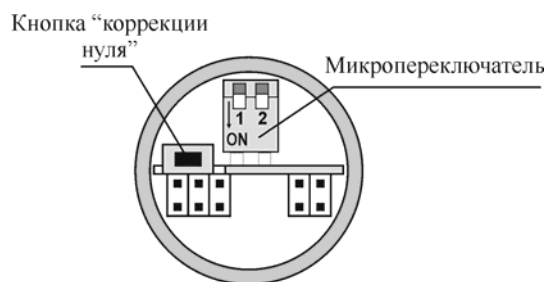

Рис.1
Доступ к органам управления осуществляется посредством снятия вилки внешнего подключения, для чего отворачивают пластмассовую гайку крепления и снимают вилку с уплотнительным кольцом. Устройство прибора со снятой вилкой представлено на рис.1.
- кнопкой «коррекция нуля» (рис.1) установить необходимое значение выходного сигнала;